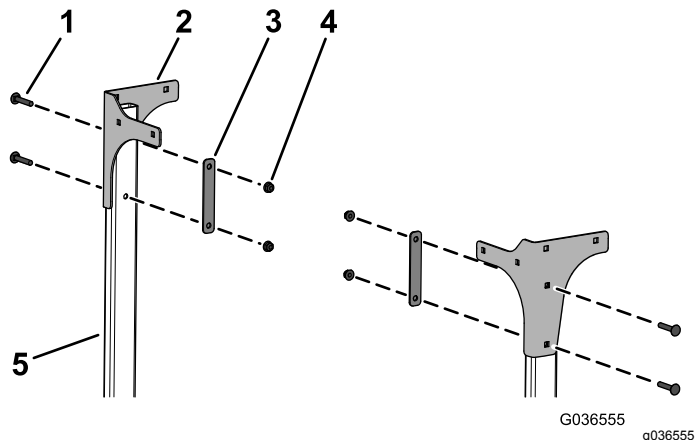

Рисунок 8
7. Установите, не затягивая, левую и правую задние пластины на трубки с помощью 4 каретных болтов (5/16 x 1 3/4 дюйма), двух опорных пластин и 4 фланцевых гаек (5/16 дюйма), как показано на Рисунок 8.